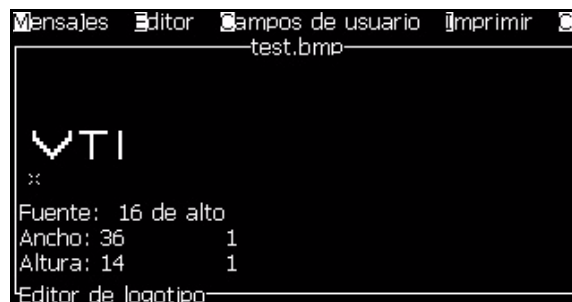

Figura 5-45. Pantalla Logo on Menu (Logotipo en menú)
- 9 Pulse la tecla *Enter* y aparecerá el logotipo en la pantalla de menú (consulte Figura 5-45).